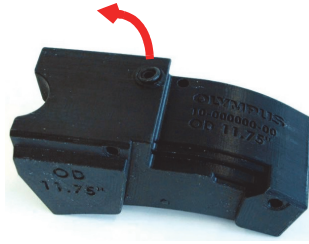

Figura 5-5 Sostituzione della guarnizione o-ring per il raccordo dell'acqua
1. Usare un attrezzo idoneo come un piccolo cacciavite a taglio per sollevare e estrarre con precauzione la guarnizione o-ring da sostituire senza danneggiare la superficie di applicazione (vedi Figura 5-5 a pagina 53).